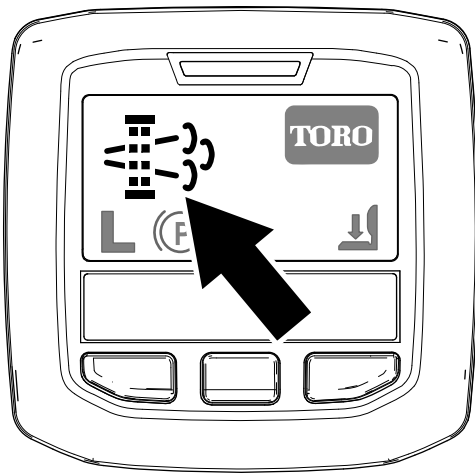

Figura 38
- El icono de regeneración con la máquina aparcada aparece en el InfoCenter (Figura 38).